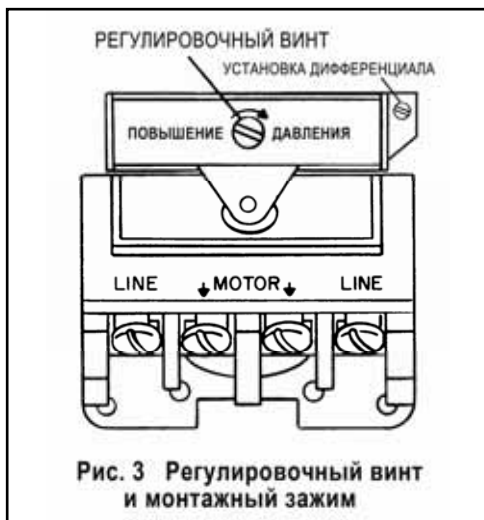

Рис. 3 Регулировочный винт и монтажный зажим
Шаг. 4. Изоляционные трубки и электрические подсоединения с сигнализатором давления должны быть выполнены в соответствии с требованиями органов, имеющих соответствующую юрисдикцию и/или National Electrical Code. Обращайтесь к рис. 3 для идентификации монтажных зажимов.
- Если необходимо, снимите крышку с сигнализатора давления и отрегулируйте давление на выходе с помощью регулирующего винта, как показано на рис.3. Давление на выходе изменяется приблизительно на 0,1 бара (1,5 psi) через пол-оборота винта.